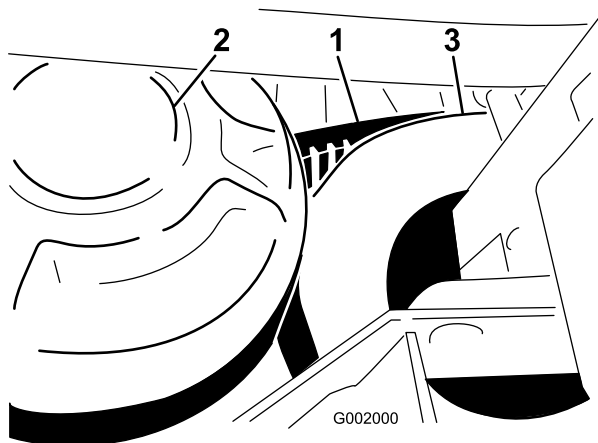

Figura 63
1. Rode e coloque a correia sobre a embraiagem secundária (Figura 63).